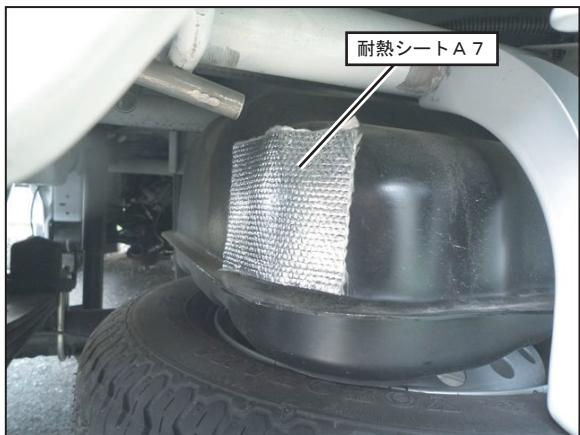

FIG. 8
12. FIG. 8 の写真を参考に、③テールパイプRとガソリンタンクのクリアランスの狭い部分のガソリンタンク側に耐熱シートA7を貼り付けて下さい。
(FIG. 8 参照)